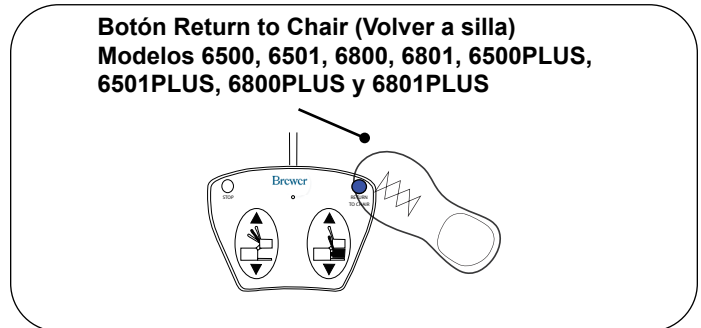

Figura 44. Bajada con Volver a silla
3. Presione el botón azul para activar la función Volver a silla (Figura 44).